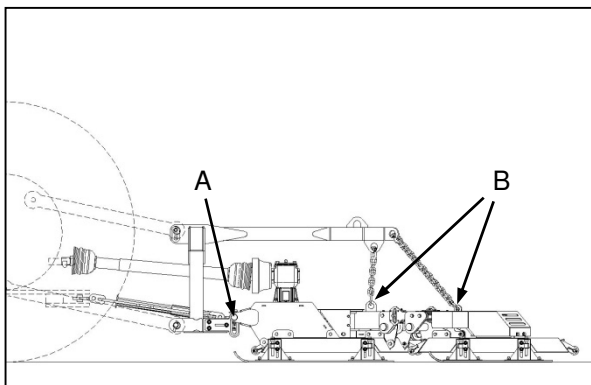

Fig. 2
- ✓ Remove die front attachment pins (Fig. 2-A) en die lifting chain attachment clips (Fig. 2-B).
- ✓ Verwyder die voorste aanhaakpenne (Fig. 2-A) en die opligketting-aanhegknippe (Fig. 2-B).